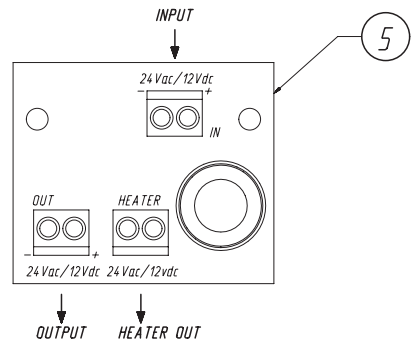

Fig. 3
- A questo punto è possibile collegare il cablaggio ventilatore più termostato (1) appena fissato (Fig.2), al morsetto del circuito d'appoggio (5) presente sul fondo posteriore della custodia (Fig.3).